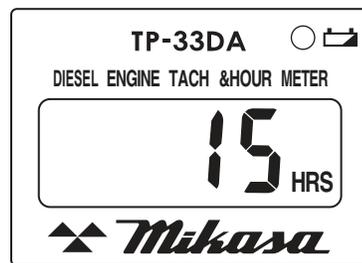

Figura 15. Tacómetro de horas (tiempo acumulado)
4. Cuando se para el motor, el tacómetro de horas muestra siempre el "tiempo acumulado" (Figura 15).